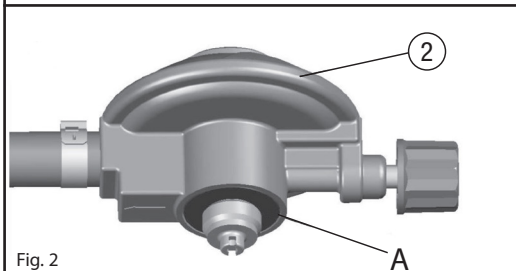

Fig. 2
- Försäkra dig om att tätningsfogen «A» är installerad och i gott skick på regulatorns utgångsanslutning (2) (fig. 2) innan du sätter fast gasbehållaren. Använd inte campingköket om packningen saknas eller är skadad: rapportera det till din lokala återförsäljare